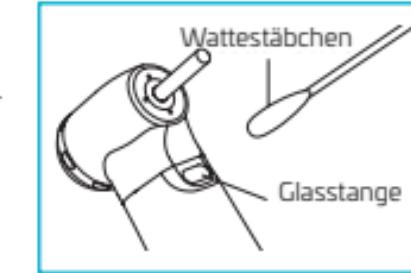

Abb. 5.1
- Reinigen Sie Eingangs- und Ausgangsfläche der optischen Schaumglasstange mit einem in Alkohol getränkten Wattestäbchen. Entfernen Sie Schmutz und Öl (Abb. 5.1).